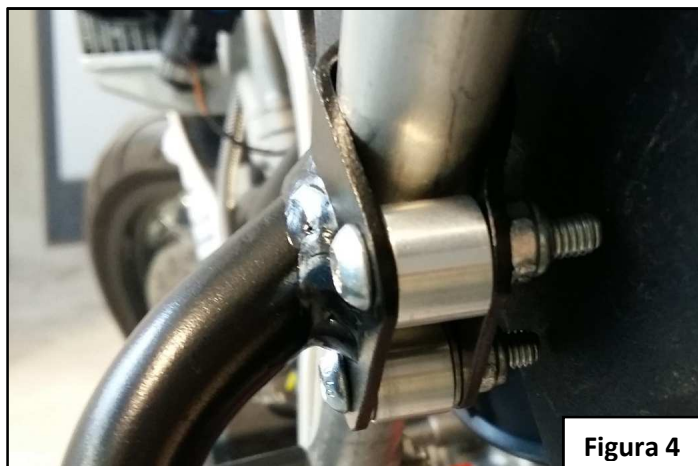

Figura 4
- le due viti M6 sul cavallotto vanno serrate fino a portare in battuta il distanziale L16 come in figura 4.